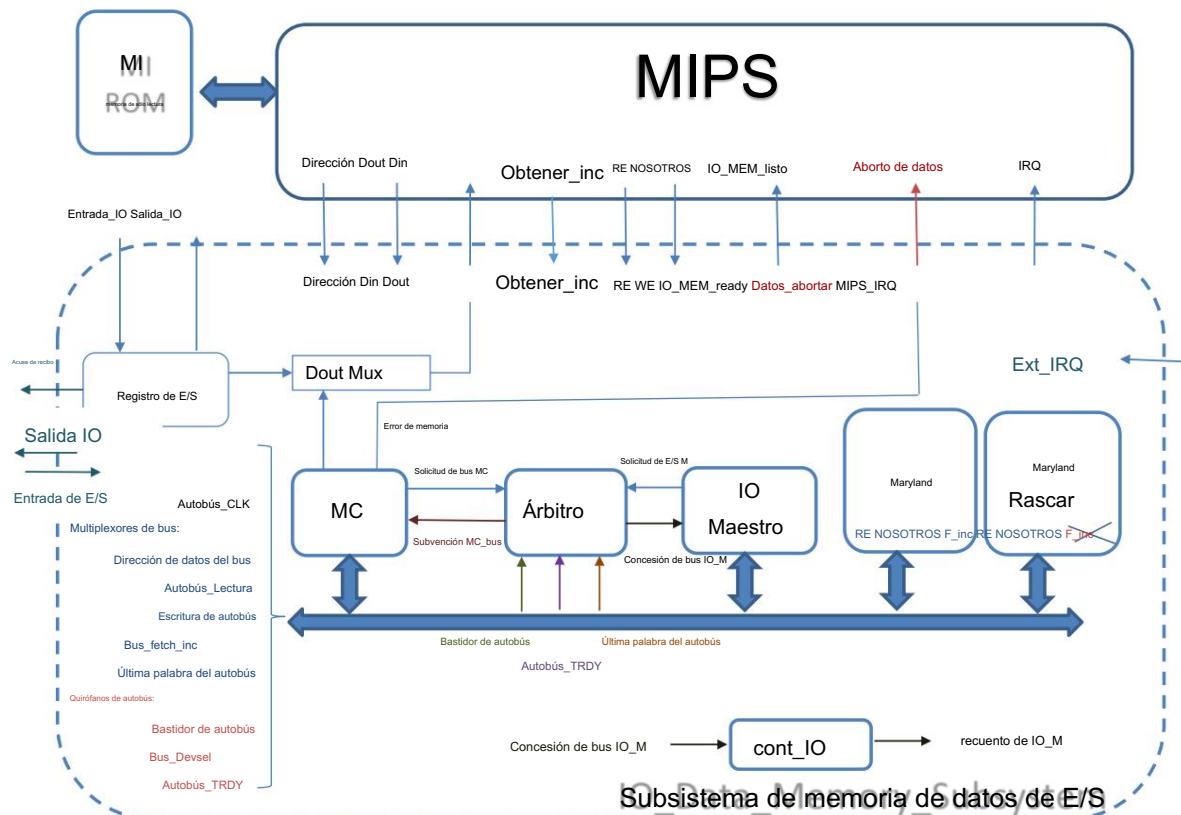

Figura 1: Componentes y señales principales del subsistema IO MD de este proyecto. El proyecto consiste en diseñar la Unidad de Control MC.
En este segundo proyecto, el sistema de memoria comprende una memoria caché (MC), la memoria de datos (MD), una memoria virtual (MD Scratch), un bus semisíncrono y un periférico de E/S (IO Master). Tanto el – El controlador MC y el controlador maestro de E/S son administradores de bus1 . Por lo tanto, el bus requiere un árbitro para Evitar conflictos. Para garantizar un acceso justo al bus, el árbitro utiliza la asignación dinámica de prioridad. La interfaz La memoria con MIPS es idéntica a la del primer proyecto. La figura 1 muestra el diagrama de señales del bus. se describe a continuación.